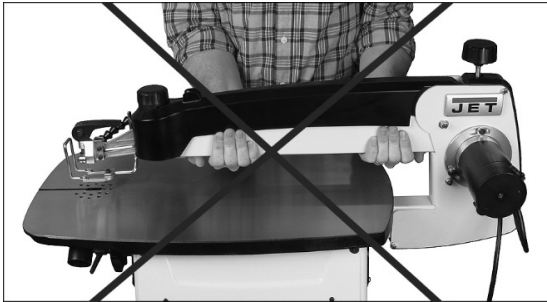

Рис. 4
**ЗАПРЕЩАЕТСЯ** поднимать станок за раму (Рис. 4), это может привести к повреждению рычажного механизма.